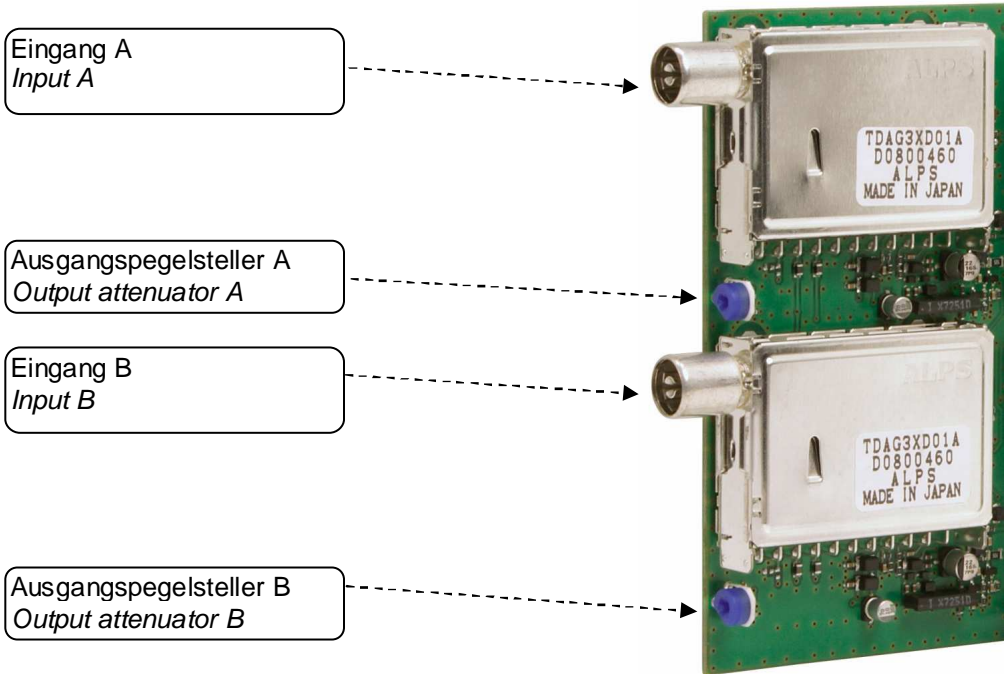

Bild 1 Anschlüsse am SPM-TDT / **Figure 1** Connections of the SPM-TDT
3. Nach Programmierung aller Module einer Grundeinheit, sollten die Ausgangspegel über den jeweiligen Ausgangspegelsteller (Bild1) auf den gleichen Wert eingestellt werden.
3. After programming the modules, output levels should be adjusted to a common value by the attenuators placed on each module. (Figure 1)